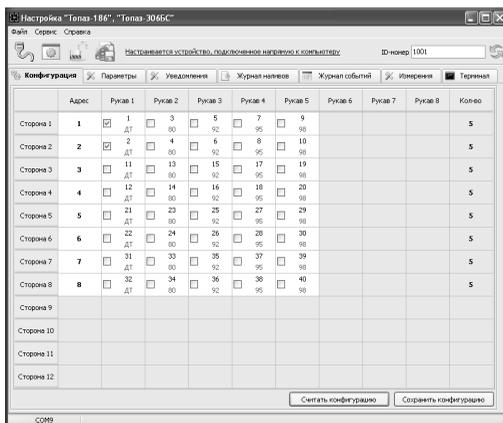

Рисунок 1
- в) считать конфигурацию устройства на вкладке "Конфигурация" (рисунок 1). Данная модель устройства обеспечивает управление отпуском топлива по 8 установкам;